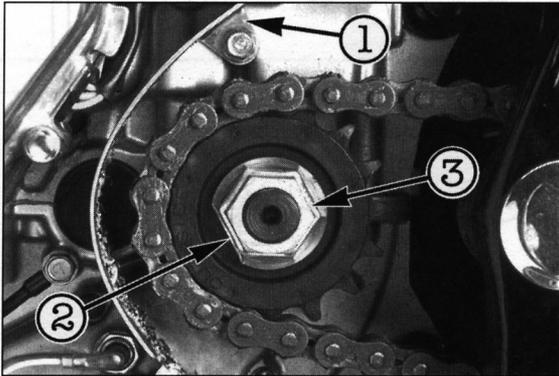

Bild 166
- Zwei Befestigungsschrauben ausdrehen und Kettenschutz ① Bild 166 abnehmen.
- Sicherungsblech spielfrei an Mutter anlegen (Bild 166).
- Kettenschutz ① Bild 166 mit zwei Befestigungsschrauben anbringen.